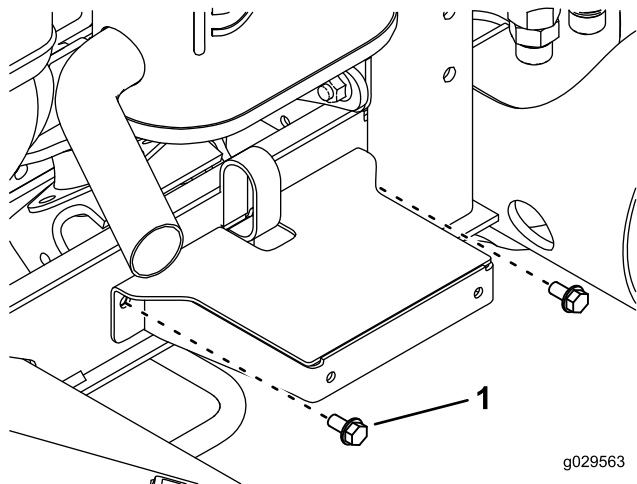

Figure 6
9. Fixez le support d'aile au profilé du cadre en insérant 2 vis autotaraudeuses (5/16 x 5/8 po) dans les trous que vous venez de percer (Figure 6).